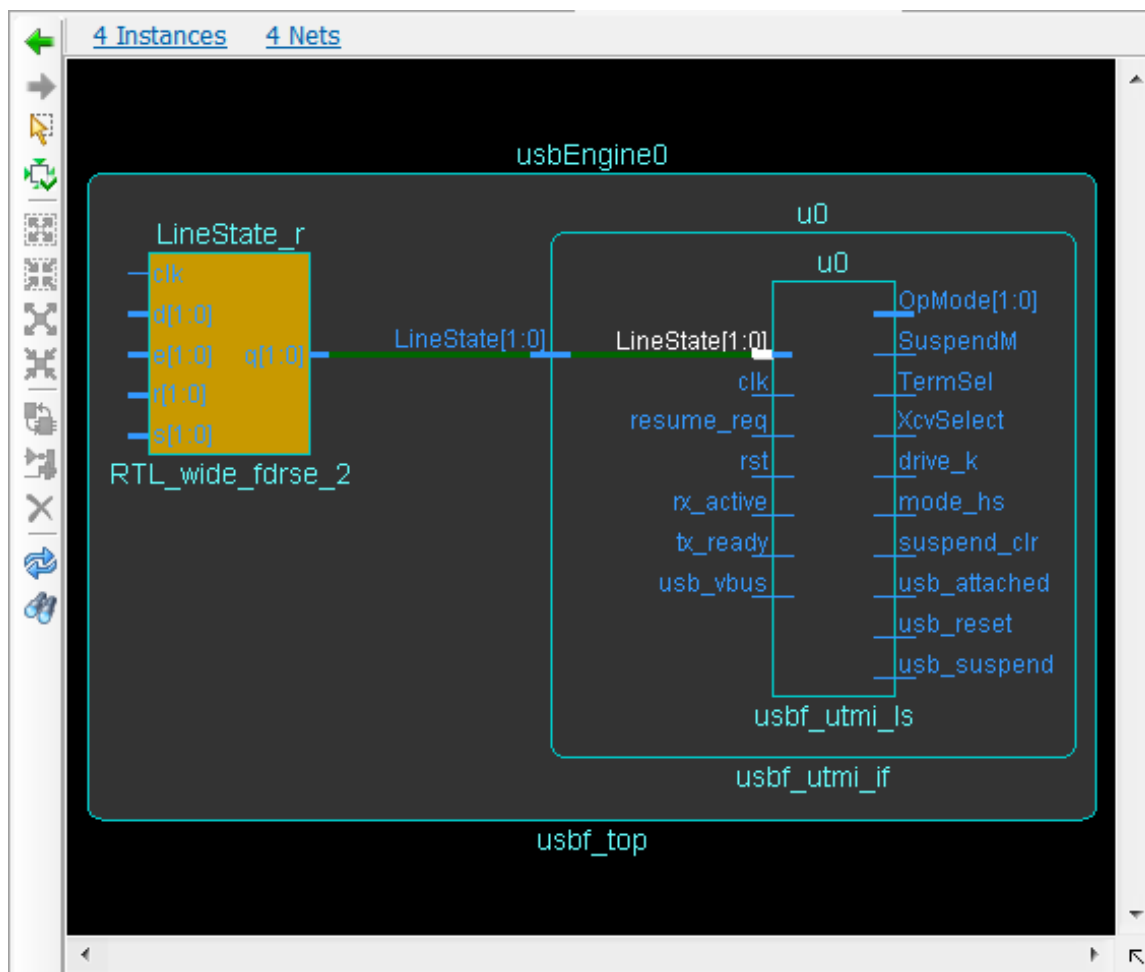

図 23 : [RTL Schematic] ビューでのロジックの展開表示
4. [RTL Schematic] ビューで全体を表示します。展開したロジックは図 23 のようになります。